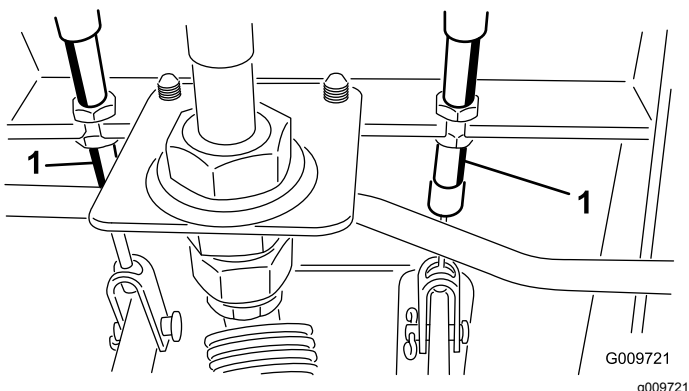

Рисунок 111
- А. Отпустите переднюю гайку на резьбовом конце троса тормоза (Рисунок 111).